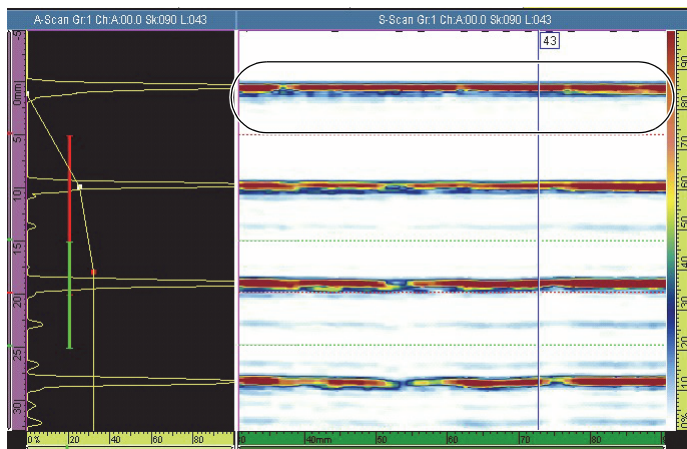

Рис. 2-4 S-скан развертка
7. Убедитесь, что сигнал S-скана чистый, без пузырьков (см. Рис. 2-4 на стр. 30).